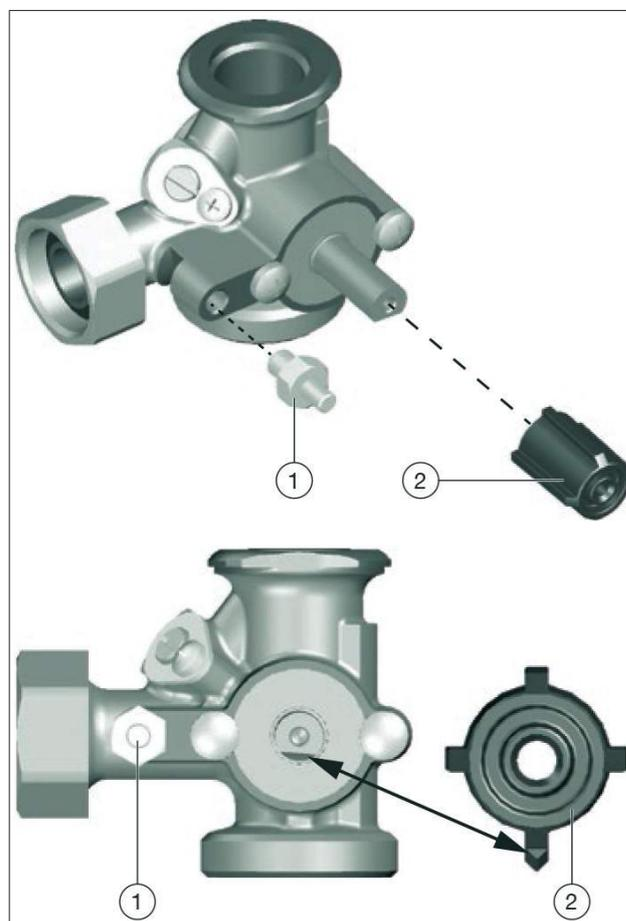

Рис. 3: Установка
1. Проверьте положение вентильной вставки смесителя. Ее плоская сторона должна указывать вниз и быть выровнена по горизонтали (см. рис. 3 на стр. 9).
2. Прилагаемый к сервомотору адаптер (поз. 2, рис. 1 на стр. 7) надеть на вентиляльную вставку смесителя. Убедитесь, что заострение ребра адаптера направлено вниз (см. рис. 3 на стр. 9).
3. Стопор вращения (поз. 1, рис. 1 на стр. 7) закрутить на корпусе смесителя (см. рис. 3 на стр. 9).